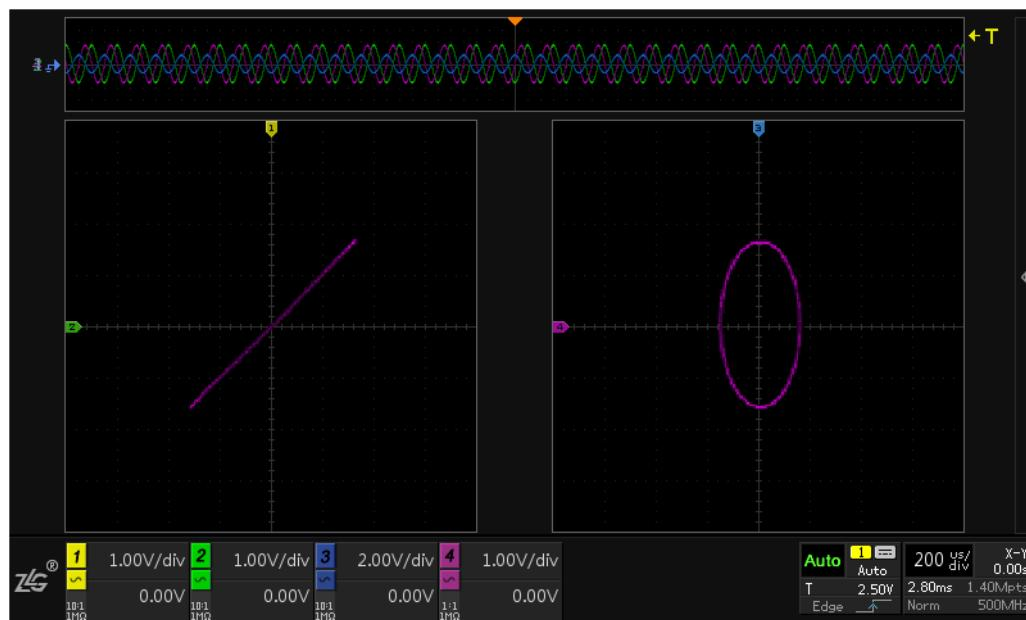

图 9.11 椭圆
- 当 Φ 处于 0 与 π 之间时，则 X 与 Y 的关系可表示为 $X^2/a^2+Y^2/b^2=c^2$ (其中 a 、 b 、 c 为常数)，此时对应波形是椭圆，示例如图 9.11 所示；